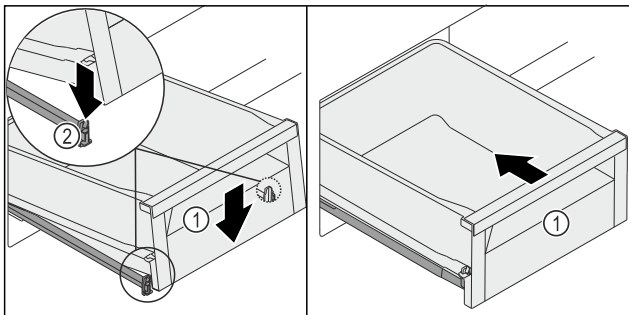

Fig. 128
- ▶ Schuifvak Fig. 128 (1) aan de voorkant neerlaten zodat het schuifvak links en rechts in de klem Fig. 128 (2) glijdt.
- ▶ Schuifvak Fig. 128 (1) klikt hoorbaar vast.
- ▶ Schuifvak Fig. 128 (1) inschuiven.